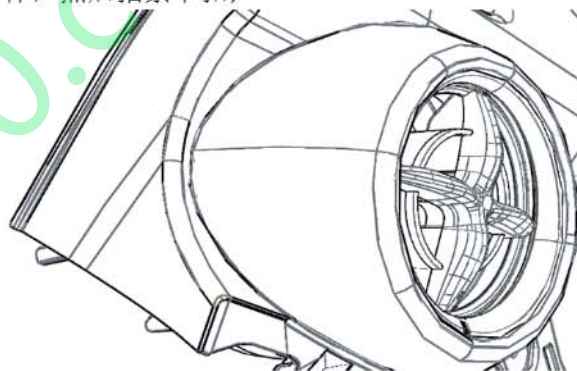

图1-25 仪表板上本体端卡脚示意
(3) 然后向下旋转上本体, 注意上本体两端面卡脚图 1-25 卡入下本体, 带卡扣卡脚卡入下本体, 螺钉孔处限位柱卡入下本体, 然后拍紧卡扣;